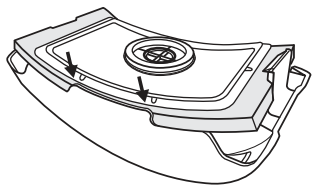

Fig. 7c
- Coloque filtro com o anel de vedação do Filtro TR-380 na tampa do filtro (Fig. 7c). Cuidadosamente dobre o material do anel de vedação do Filtro entre a parte superior da tampa do filtro e caixa do filtro.